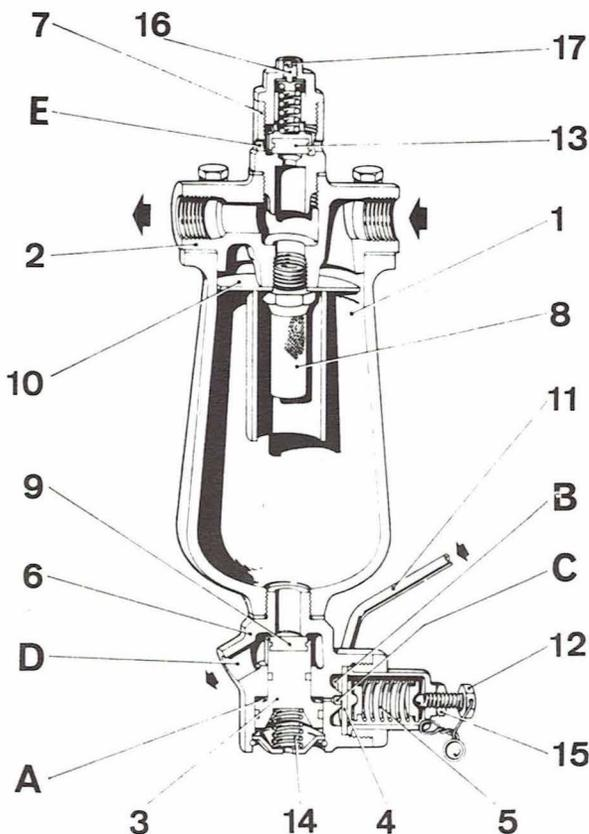

Fig. 11.2. - Depurador-regulador de aire.
- b) **Depurador-regulador de aire** (fig. 11.2).
Elementos componentes (fig. 11.2)